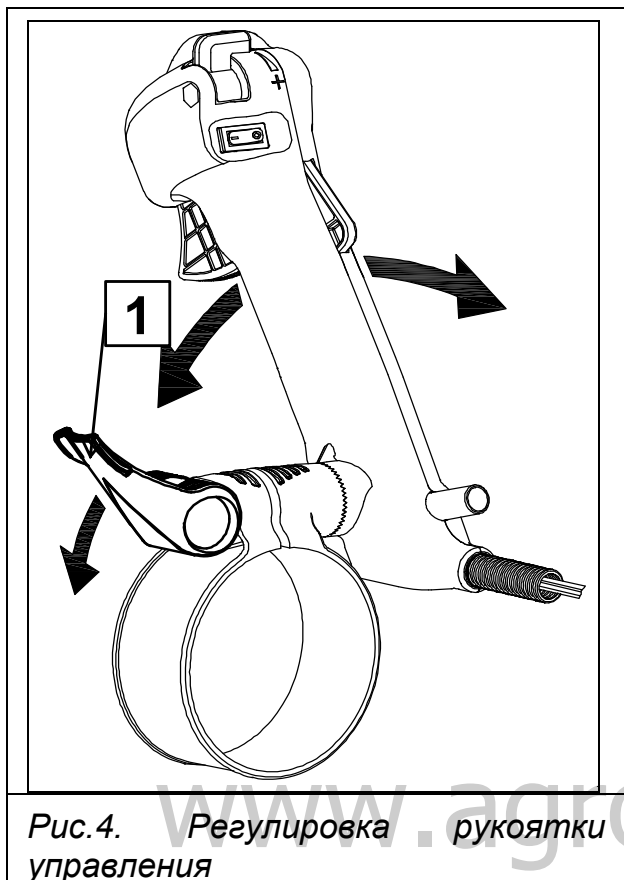

Рис. 4. Регулировка рукоятки управления
5. Поднимите фиксирующий рычаг (рис.4).
- 1) Поднимите фиксирующий рычаг (рис.4, рычаг обозначен цифрой 1).